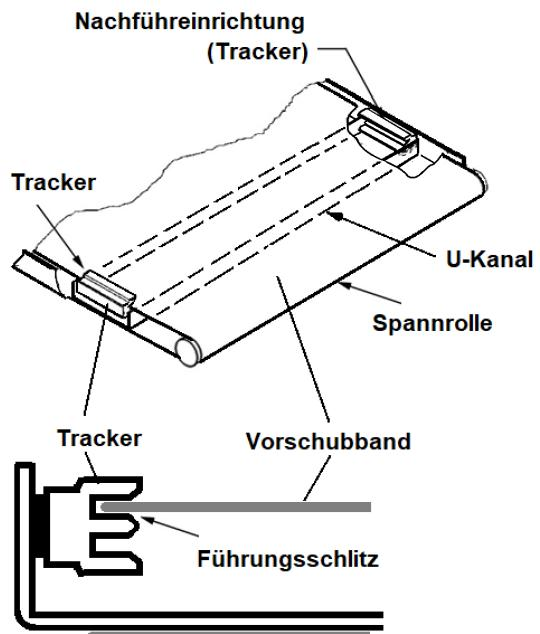

Abb. 11-1: Unterseite der Fördereinheit
- Auf der Unterseite des Vorschubtisches sind U-förmige Kanäle angeschweißt. Die Nachführleinrichtung befindet sich auf der Innenseite des ersten U-Kanals auf der Zustellseite (Abb. 11-1). Die Rückseite der Nachführleinrichtung ist magnetisiert und haftet fest an der Seitenwand des Vorschubtisches.